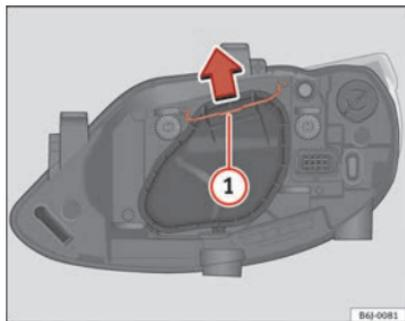

Fig. 147 Feu de croisement/de route projecteur simple
- Déplacez le tirant ⇒ fig. 147 ① dans le sens de la flèche puis retirez le cache.